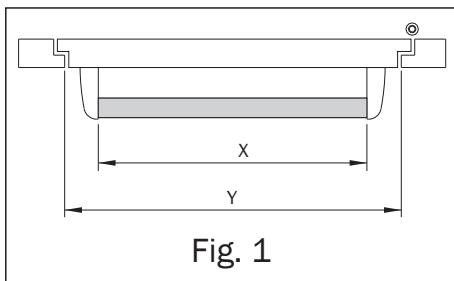

Fig. 1
**I** La lunghezza efficace della barra di azionamento, quota X, deve essere quanto più possibile prossima alla larghezza efficace della porta, quota Y, alla quale il maniglione antipanico è destinato, in ogni caso, mai meno del 60% (vedi Fig.1).
**E** The effective length (dimension X) of the bar shall be as near as possible to the effective width (dimension Y) of the door for which the device is intended, but never less than 60 % (see Fig.1).
**F** La longueur efficace de la barre d'actionnement (cote X) doit être le plus près possible de la largeur efficace de la porte (cote Y) à laquelle le fermeture anti-panique est destinée, et jamais inférieure à 60% (voir Fig.1).
**D** Die wirksame Länge der Betätigungsstange (X-Abmessung) muß der wirksamen Länge der Tür (Y-Abmessung) entsprechen, für die paniktuerverschlüsse vorgesehen sind. Diese Länge darf nie weniger als 60% der Türlänge betragen (siehe Fig.1).
**S** La longitud eficaz de la barra de accionamiento (cota X) debe ser lo más cercana posible a la anchura útil de la puerta (cota Y) a la cual la cerradura antipánico está destinada, en todos los casos, pero jamás menos del 60% (véase Fig.1)